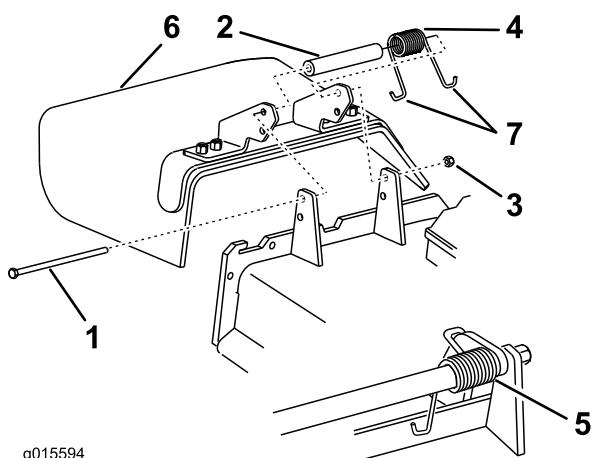

Figura 26
- 10. Instale el deflector de descarga usando las piezas indicadas en Figura 26.